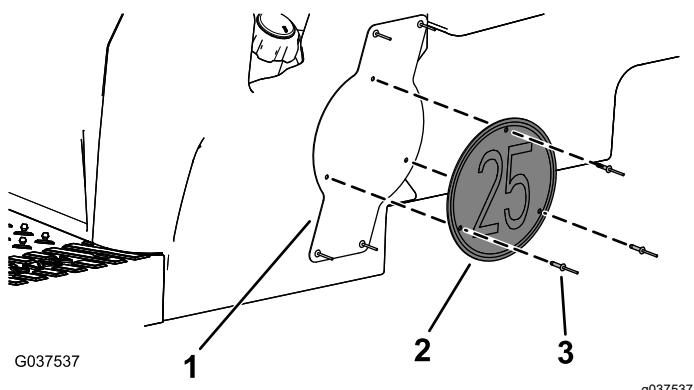

图 12
8. 如图 12 所示用 3 个弹伸铆钉3/16 x 15/16 英寸将速度面板安装到底板安装支架上。